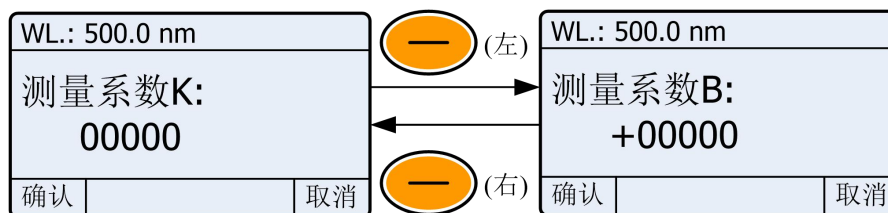

图 4-7
- 4) 设置测量系数 B。 、 输入测量系数 B 值， (左) 确定 (图 4-7)，完成系数法设置，仪器显示刚建立的曲线；